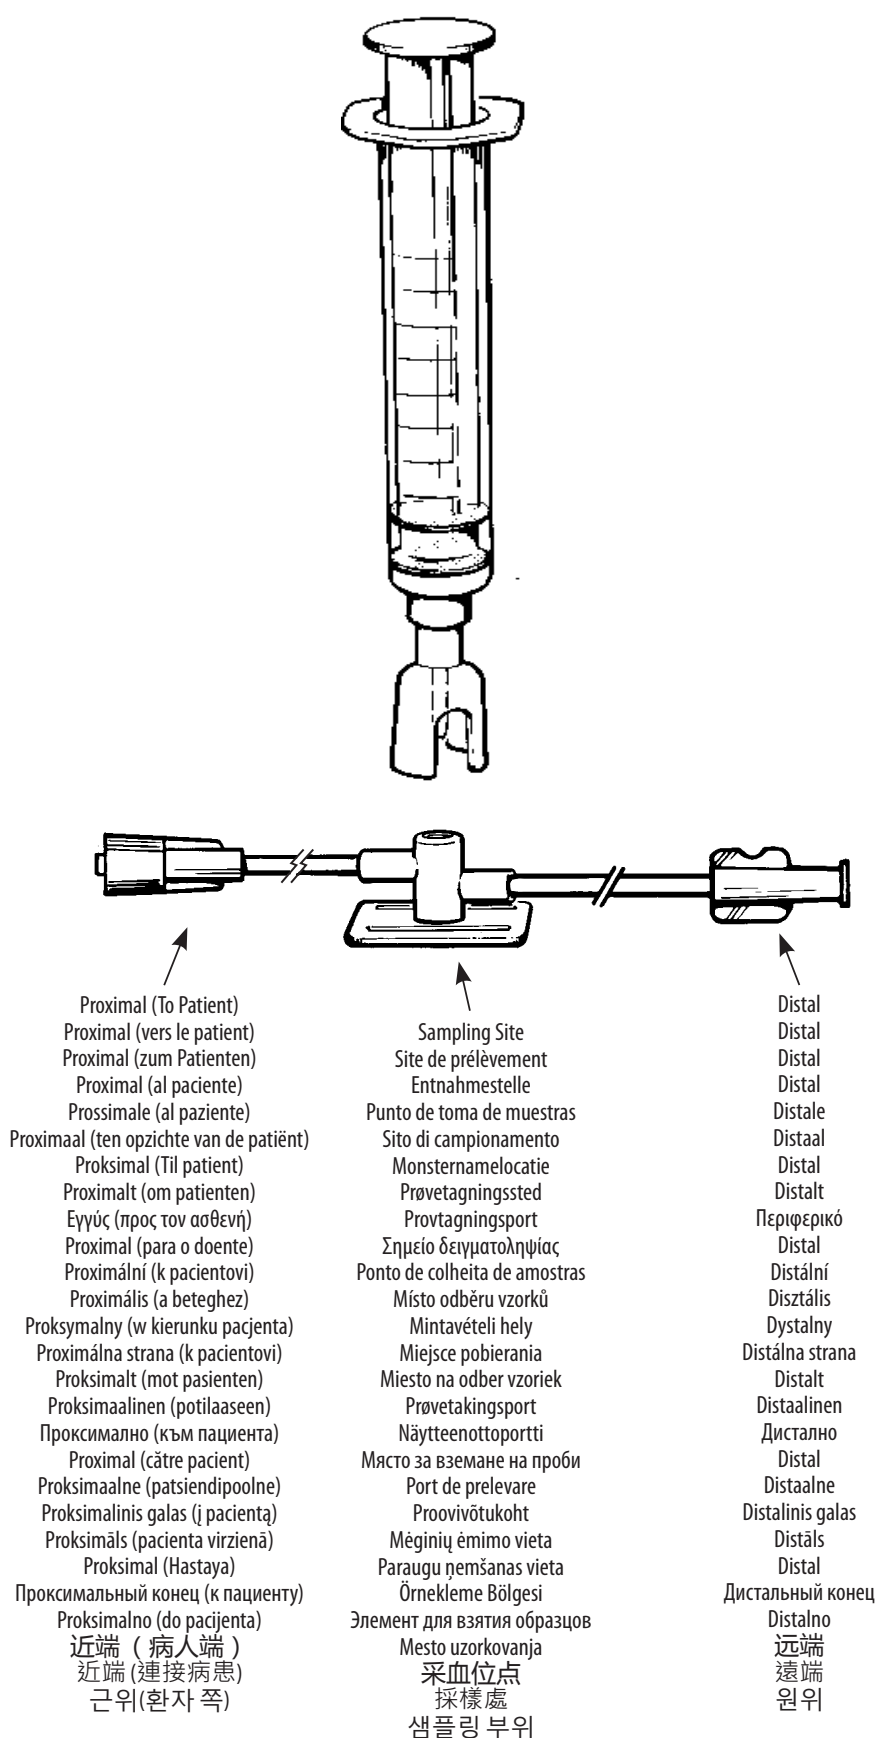

Figure 3 ■ Figure 3 ■ Abbildung 3 ■ Figura 3 ■ Figura 3 ■ Afbeelding 3 ■ Figur 3 ■ Figur 3 ■ Eikóna 3 ■ Figura 3
■ Obrázek 3 ■ 3. ábra ■ Rysunek 3 ■ Obrázok 3 ■ Figur 3 ■ Kuva 3 ■ Фигура 3 ■ Figura 3 ■ Joonis 3 ■ 3 pav.
■ 3. attēls ■ Şekil 3 ■ Рисунок 3 ■ Slika 3 ■ 图3 ■ 圖3 ■ 그림 3